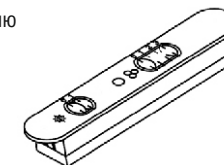

рис. 10
7.2.1 Ползунковый переключатель (рис. 10).